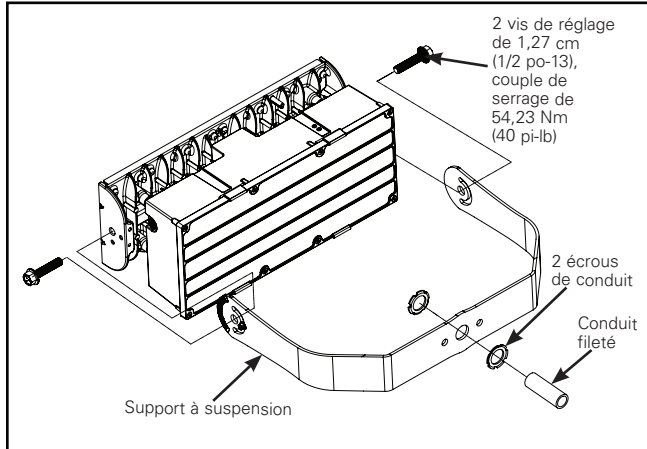

Figure 9.
- Vissez le premier écrou de conduit (non fourni) sur l'extrémité du conduit fileté. Placez le conduit à travers l'ouverture circulaire du support du luminaire suspendu (fig. 9).